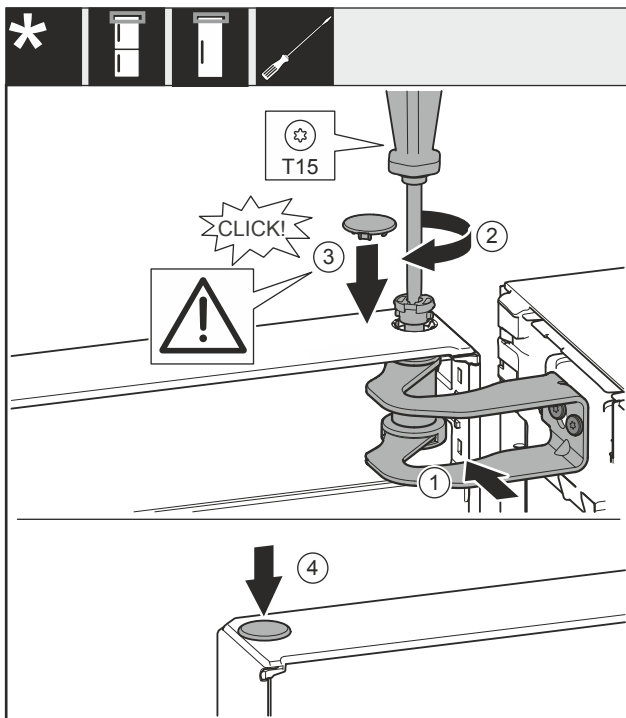

Fig. 59
- Выровняйте дверь по отверстию в опорном кронштейне Fig. 59 (1).
- Вставьте палец Fig. 59 (2) и затяните отверткой.
- Установите крышку Fig. 59 (3).
- Проследите за тем, чтобы крышка Fig. 59 (3) прилегала к дверям.
- Установите крышку Fig. 59 (4).